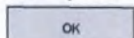

Рис.4-5 Откройте крышку
5. Откройте крышку камеры для образцов, нажав вниз по центру красной защелки (Рис.4-5).